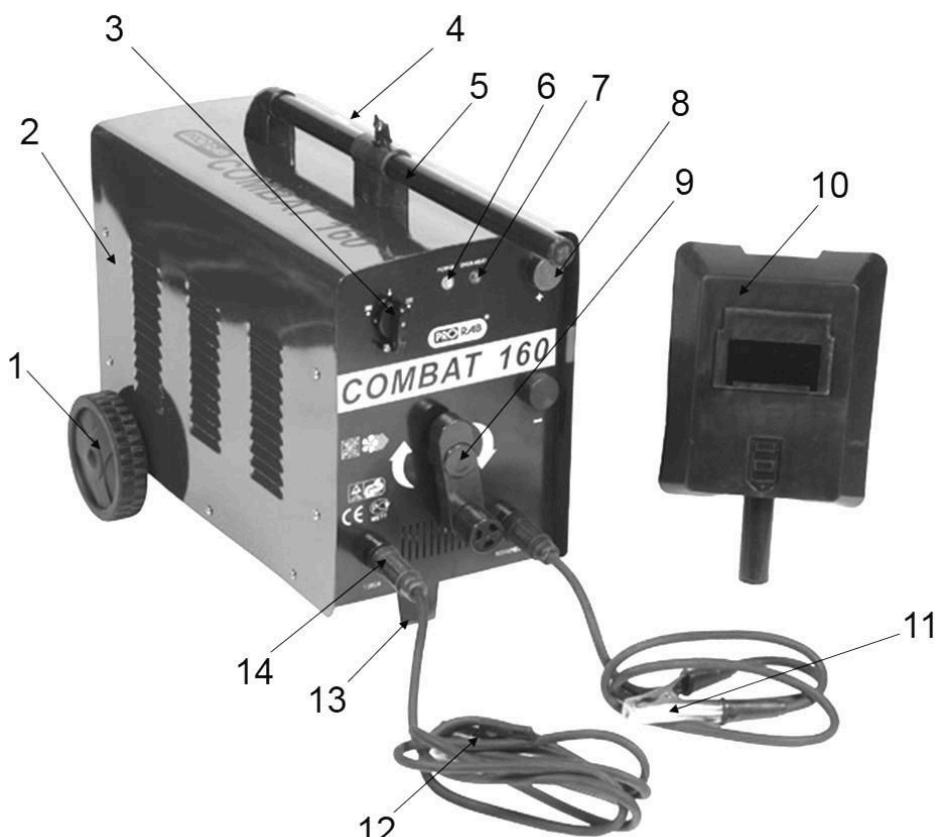

Рис. 1
- Работу аппарата обеспечивают следующие, закрытые кожухом (2) (См. Рис.1), основные узлы и системы: блок стабилизации переменного тока, трансформатор, охлаждающий вентилятор, устройство регулирования сварочного тока, устройство защиты аппарата от перегрузок и перегрева (автоматический термостат).
- На передней панели расположены: индикатор электросети (6), индикатор термостата (7), поворотная рукоятка регулятора силы тока (9), силовые сварочные кабели с электрододержателем (12) и зажимом заземления (11).
- Настройка аппарата на необходимую величину сварочного тока производится поворотом рукоятки (9). Подвод электроэнергии к аппарату осуществляется через сетевой шнур. Для охлаждения аппарата, на задней панели установлен вентилятор. Для транспортировки аппарата, на корпусе установлена ручка (5), колеса (1) и опорные ножки (13).